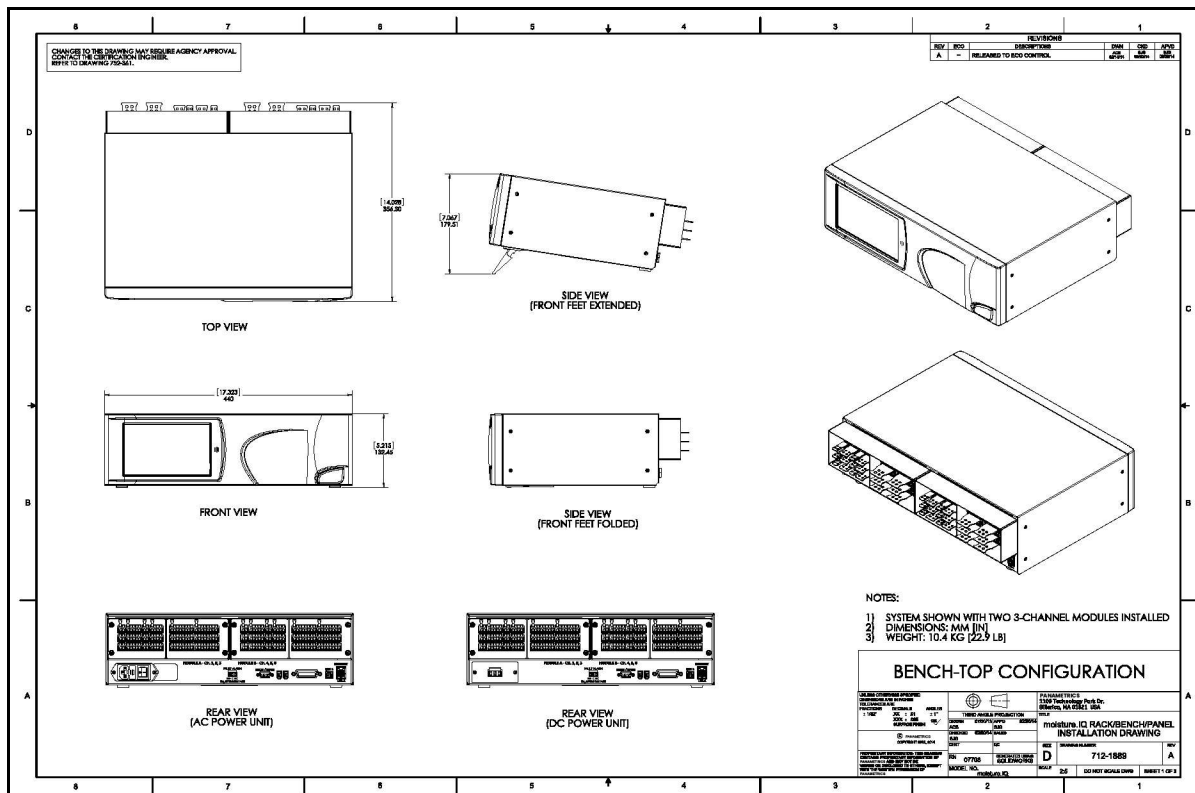
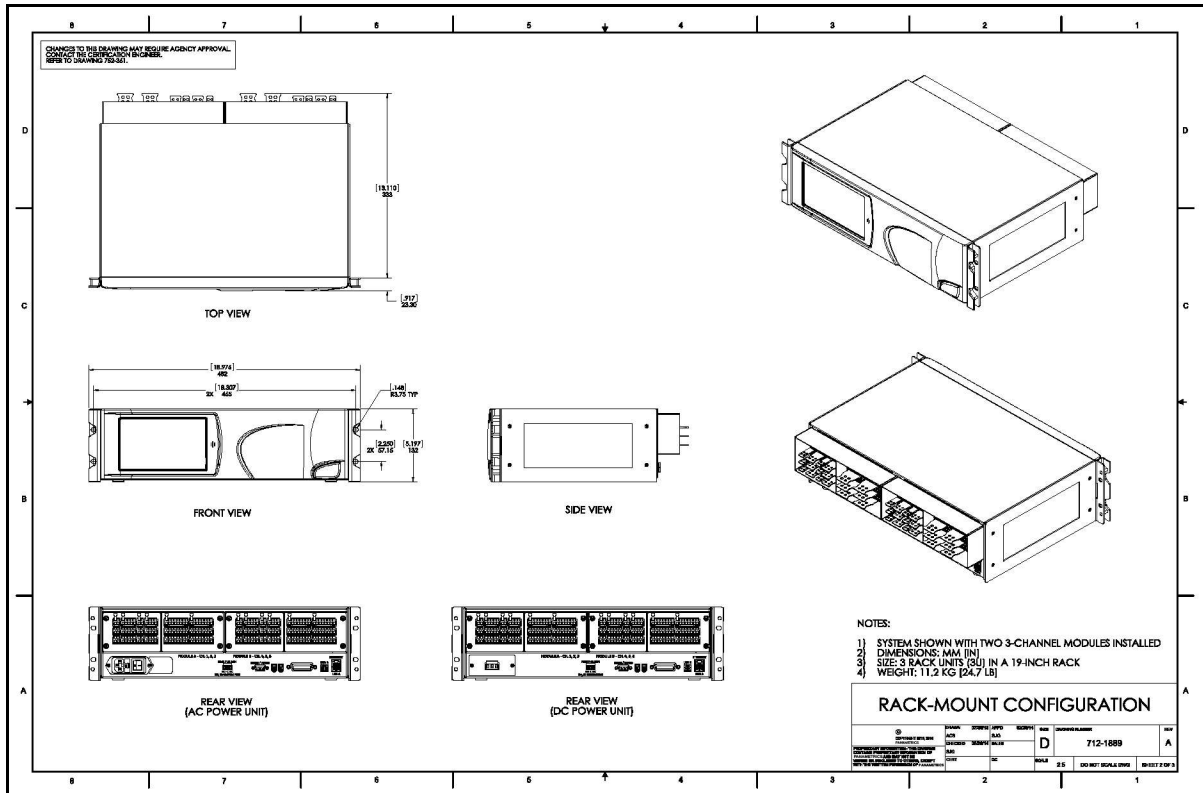
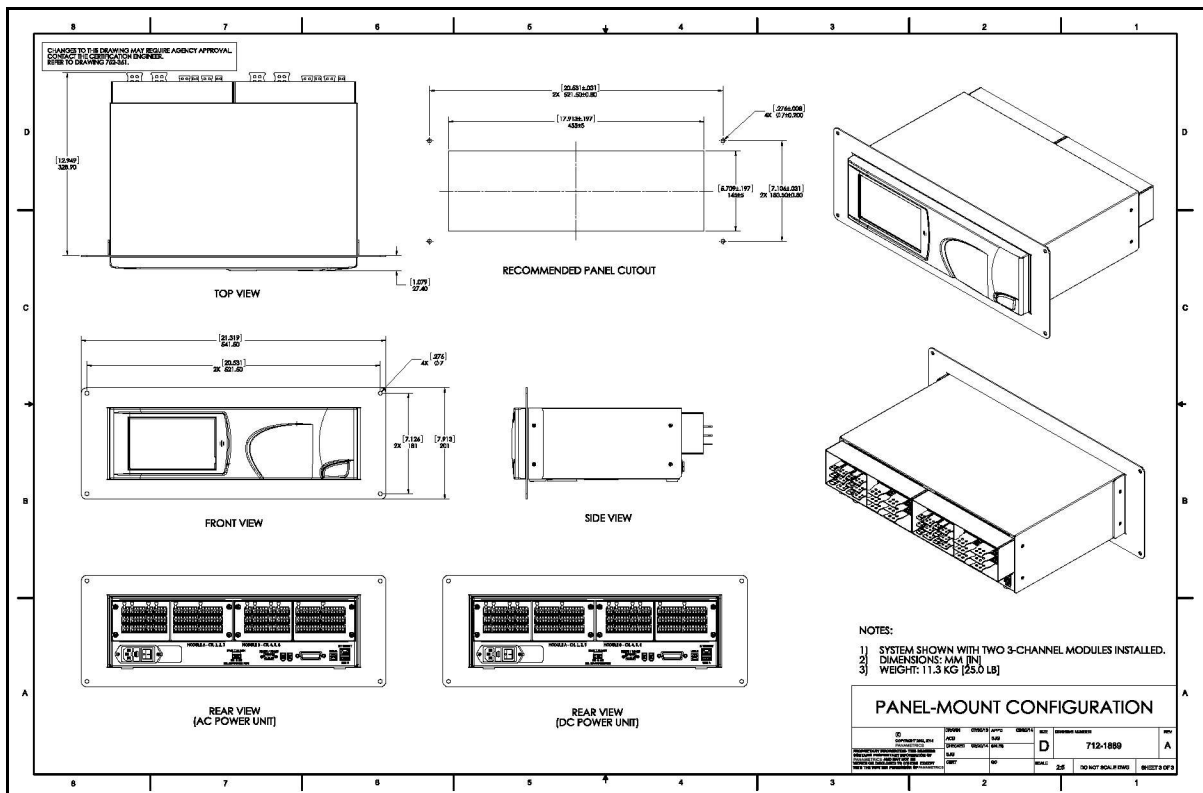

Figura 106: Configuração de bancada superior (Desenho 712-1889\_revA, SH 1 de 3)
Figura 107: Configuração de montagem em rack (desenho 712-1889\_revA, SH 2 de 3)
Figura 108: Configuração de montagem em painel (desenho 712-1889\_revA, SH 3 de 3)
- A instalação deve estar em conformidade com *desenhos de configuração* versão 712-1889 para rack (veja a *Figura 107 na página 5*) / bancada (veja a *Figura 106 na página 4*) / painel (veja a *Figura 108 na página 5*).